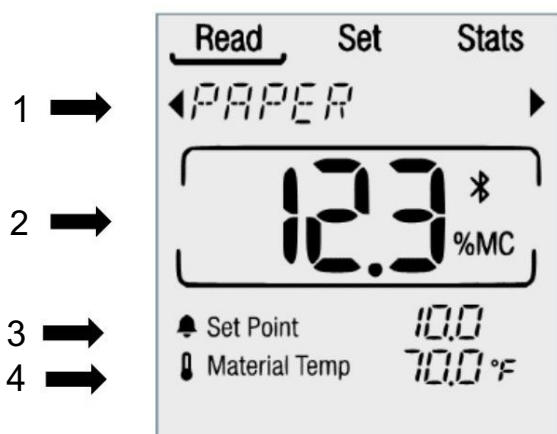

Figura 2: Leer componentes de la pantalla
La lectura se corrige utilizando el tipo de material (1) y la temperatura del material (4) (consulte la Figura 2 arriba).